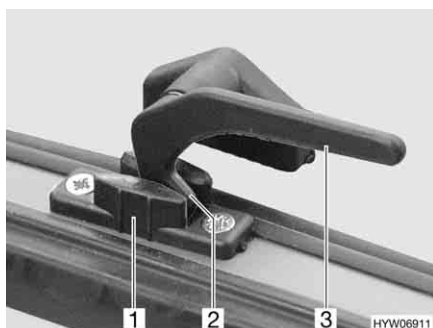

Fig. 50 Levier de verrouillage en position "Aération permanente"
- En position "Aération permanente" (Fig. 50)
- Tourner le levier de verrouillage (Fig. 50,3) d'un quart de tour vers le centre de la fenêtre.
- Tourner le levier de verrouillage d'un quart de tour vers le cadre de la fenêtre. Le tenon de verrouillage (Fig. 50,2) doit pénétrer alors dans le logement prévu à cet effet dans le verrouillage de fenêtre (Fig. 50,1).